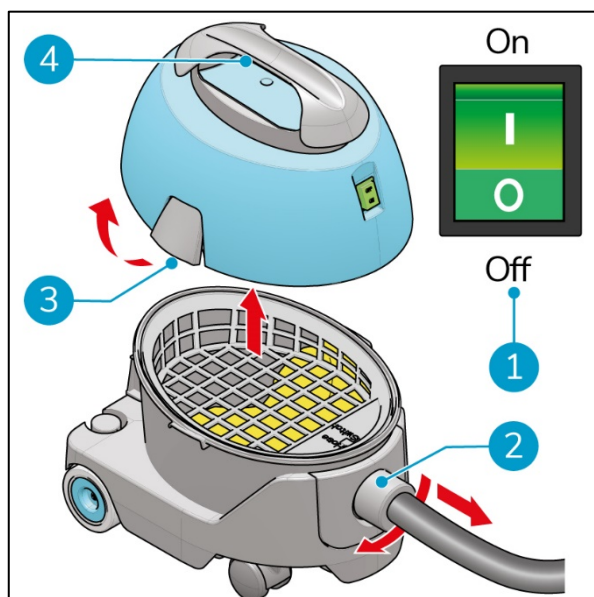

Figura 8
1. Apaga la i-vac 5 con el interruptor ON/OFF (Figura 8, pos. 1).
2. Retira la manguera ( Figura 8, pos 2).
3. Suelta las pestañas (Figura 8, pos. 3).
4. Levanta el cabezal por el asa (Figura 8, pos. 4).